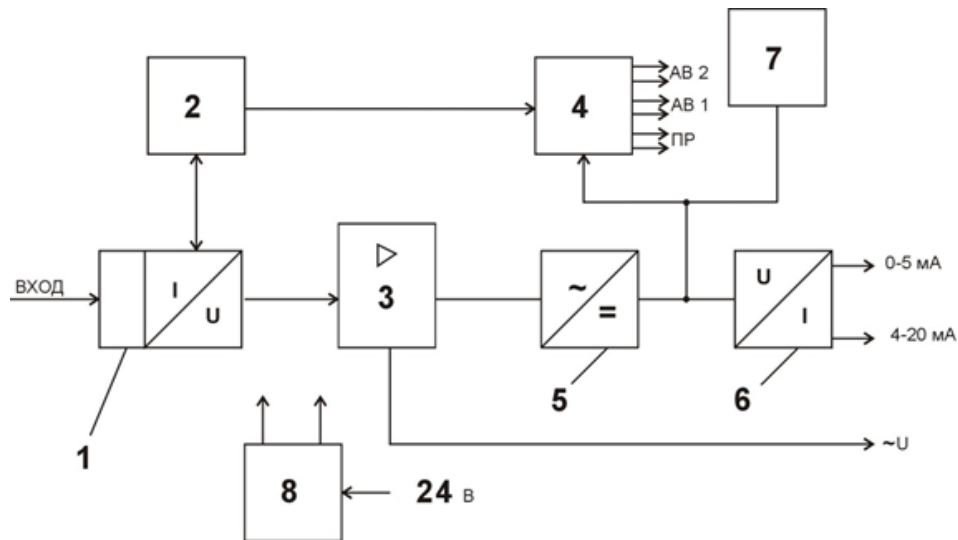

Рис.6. Структурная схема вторичных блоков
2.2.3. Входным сигналом вторичного блока является переменный ток, пропорциональный мгновенному значению виброскорости, который по двухпроводной линии через барьер искрозащиты подается на преобразователь "ток-напряжение" (см. рис.6).